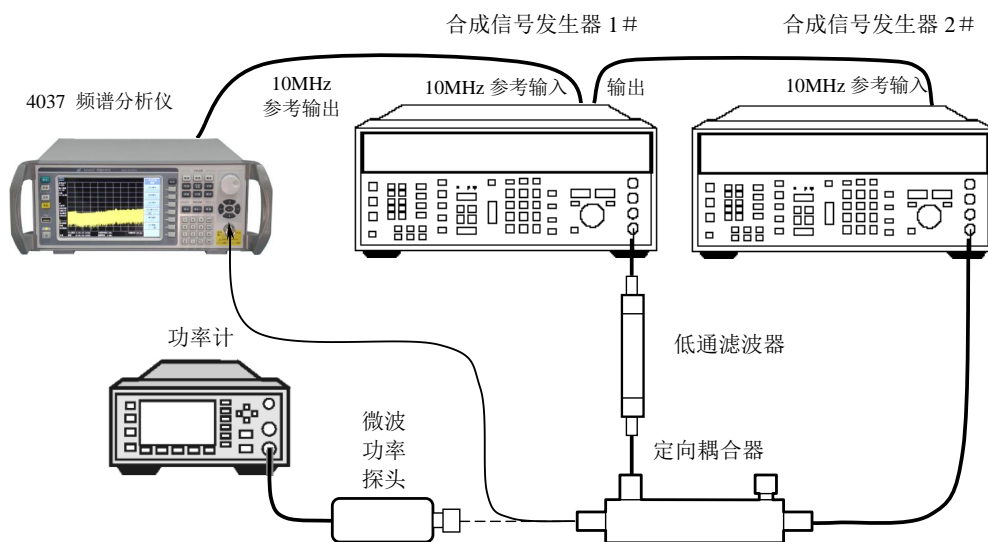

图 6-8 三阶交调失真测试设备连接
- 1) 如图 6-8 连接好测试设备，定向耦合器输出与微波功率探头相连接，滤波器选择 1.6GHz 低通滤波器。